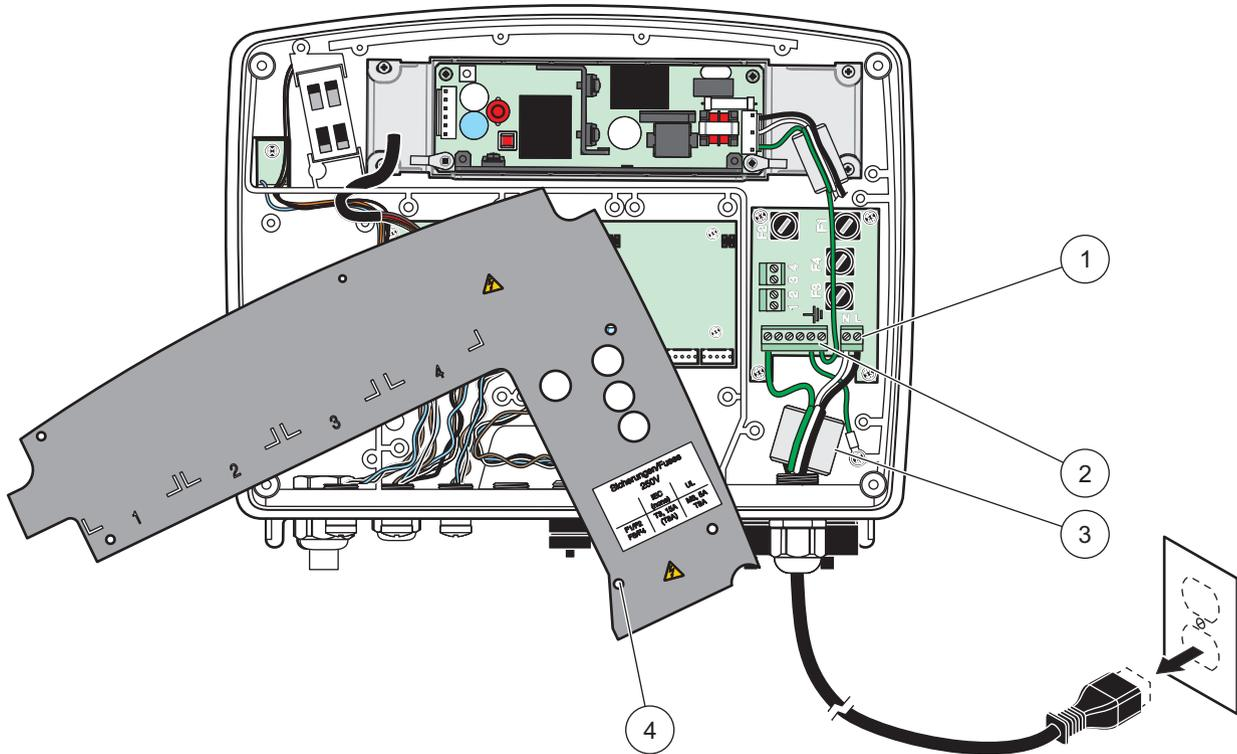
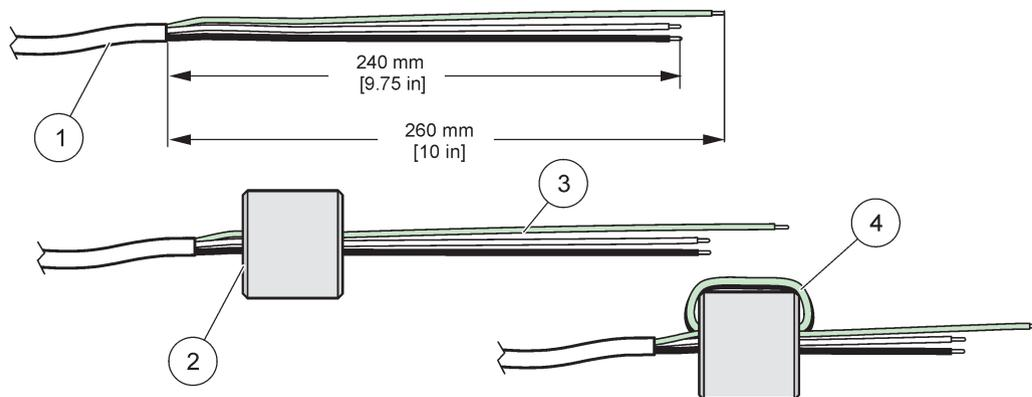

Figura 10 Cablaggio di rete
Figura 12 Preparazione cavi e cablaggio del nucleo ferrite appropriati
6. Rimuovere l'isolamento esterno del cavo da 260 mm (10 pollici) (Figura 12). Accorciare tutti i cavi tranne il cavo di messa a terra da 20 mm (0,78 pollici), pertanto il cavo di messa a terra è di 20 mm (0,78 pollici) più lungo degli altri cavi.
7. Attivare il cavo di alimentazione rimosso mediante il nucleo ferrite due volte (Figura 12) e il cavo nel terminale, come mostrato in Tabella 1 e Figura 10. Dopo ogni inserimento, tirare leggermente il filo per controllare che il collegamento resista.
7. Attivare il cavo di alimentazione rimosso mediante il nucleo ferrite due volte (Figura 12) e il cavo nel terminale, come mostrato in Tabella 2 e Figura 16. Dopo ogni inserimento, tirare leggermente il filo per controllare che il collegamento resista.